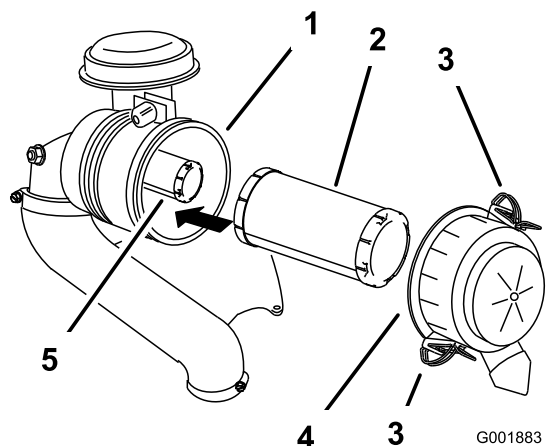

Figure 50
3. Ouvrez les dispositifs de verrouillage du filtre à air et détachez le couvercle du boîtier du filtre (Figure 50).
5. Sortez le préfiltre du boîtier du filtre avec précaution (Figure 50).
2. Si vous remplacez l'élément intérieur, insérez-le avec précaution dans le boîtier du filtre (Figure 50).
3. Placez ensuite le préfiltre sur l'élément de sécurité avec le même soin (Figure 50).
4. Remettez en place et verrouillez le couvercle du filtre à air (Figure 50).